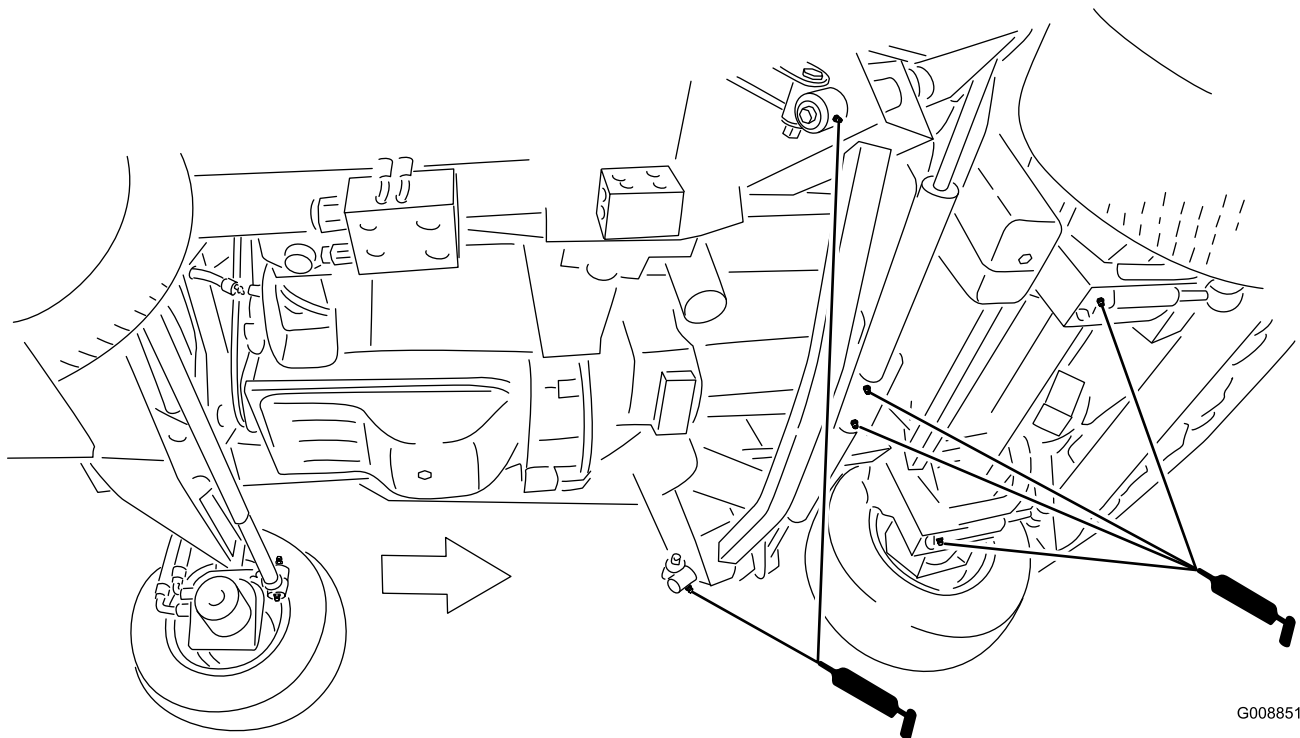

図 49
- ・ インパクトアーム (2ヶ所) (図 49)
- ・ 前デッキの昇降シリンダのピボット (2ヶ所) (図 49)
- ・ 左右デッキの昇降シリンダのピボット (2ヶ所) (図 49)